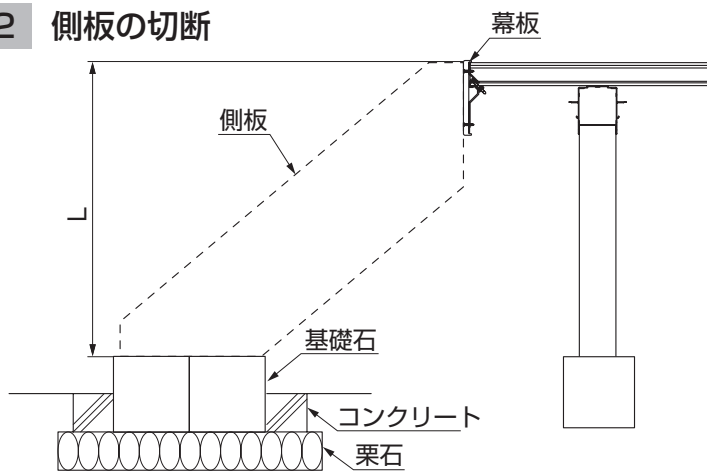

図2-3
①埋込んだ基礎石上面と取付ける幕板上面のLを測定してください。(図2-3参照)